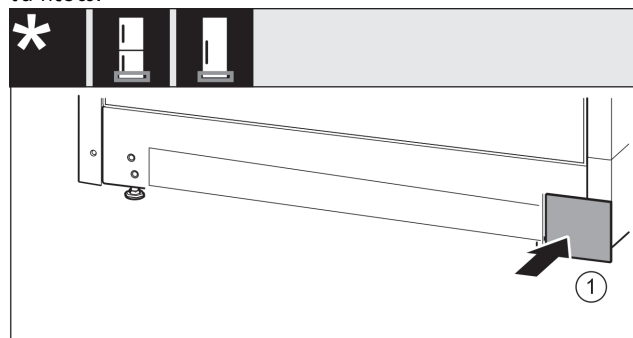

Fig. 18
- Τοποθετήστε ξανά το κάλυμμα Fig. 18 (1) στην άλλη πλευρά.